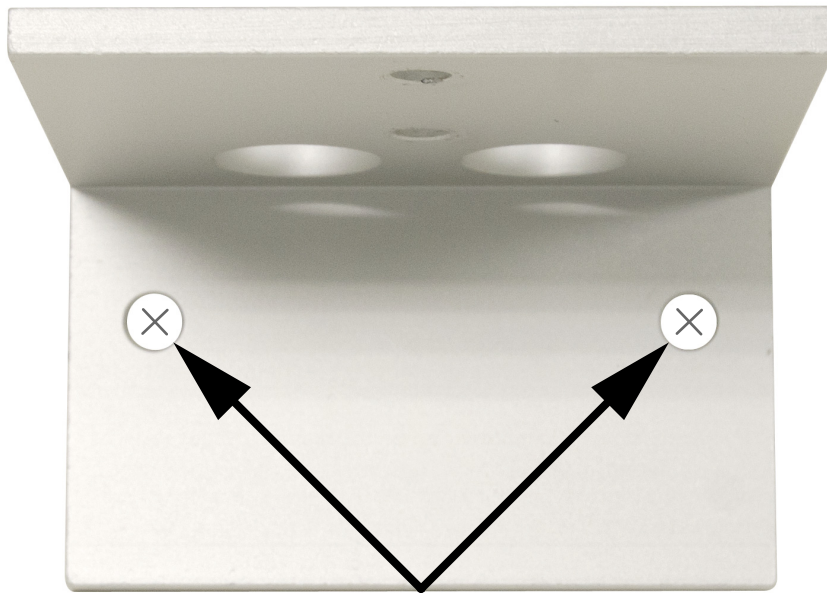

Abbildung 3. Markieren Sie die Bohrstellen an der Wand, indem Sie die Schraubenlöcher in der Wandhalterung als Führung verwenden.
- 2 Halten Sie die Wandhalterung an die Stelle an der Wand, an der Sie sie montieren möchten, und markieren Sie mit einem Bleistift die Bohrstellen für die Schraubenlöcher (**Abbildung 3**).